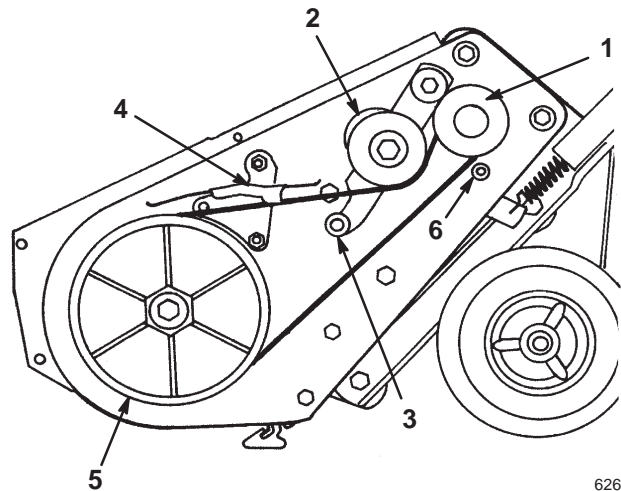

Bild 27
5. Ziehen Sie an der Spannscheibe und entfernen Sie den alten Antriebsriemen von der Rotorscheibe, der Bremsarmgruppe und der Motorriemenscheibe (Bild 27).
6. Führen Sie den neuen Antriebsriemen um die Motorriemenscheibe, unter der Spannscheibe, über der Rolle, durch die Bremsgruppe und um die Rotorscheibe (Bild 27).
- Wichtig** Der Antriebsriemen muss sich an der Oberseite der Rolle befinden, siehe Bild 27.